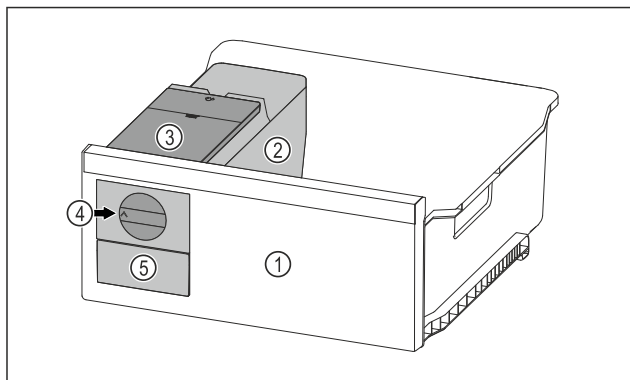

Fig. 90 Voorbeeld
- Draaiknop Fig. 90 (4) rechtersom tot aan de aanslag draaien.
- ▷ Ijsblokjes vallen uit de ijsblokjes-schaal in de ijsblokjeslade Fig. 90 (5).